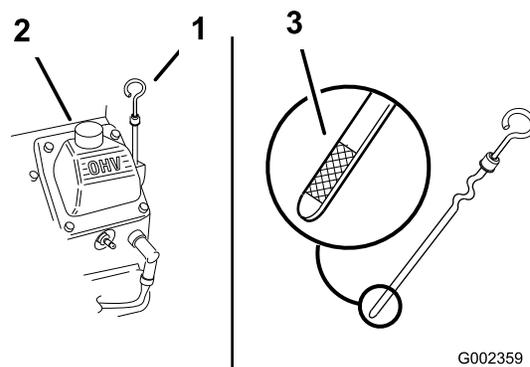

Figura 19
- Pulite attorno all'asta di livello (Figura 19) in modo che la morchia non possa penetrare nel foro di rifornimento e danneggiare il motore.
- Svitare l'asta di livello dell'olio e pulitene l'estremità (Figura 19).
- Inserite a fondo l'asta di livello nel tubo di rifornimento, senza avvitare (Figura 19).
6. Versate lentamente nel tubo di rifornimento (Figura 19) l'80% circa dell'olio indicato.